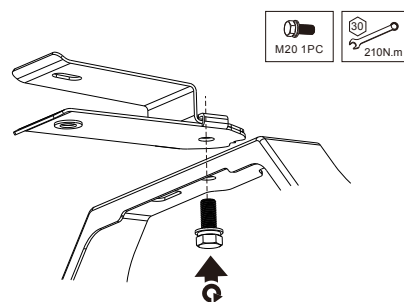

Fig. 12
3. Fixez le support à pince au support à étrier à l'aide du boulon et de l'écrou fournis (Fig. 12).